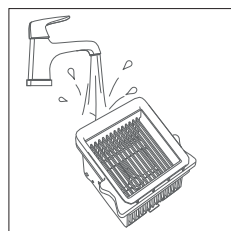

Fig. 19 – Pulizia del filtro
- ▶ Pulire anche il filtro EPA 10 sotto acqua corrente tiepida (**vedere Fig. 19**).